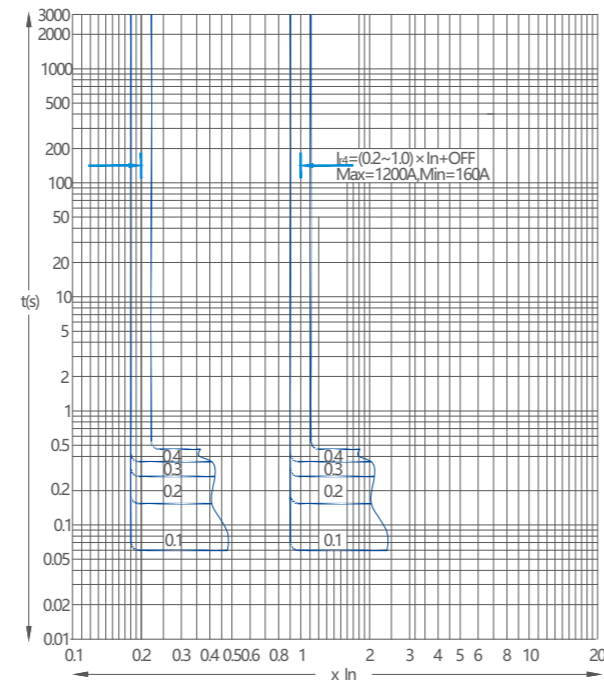

图5 M型接地故障保护特性
1.5 M、H型过电流脱扣保护特性见图4, 接地故障保护特性见图5。